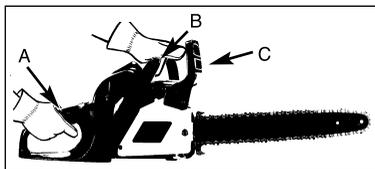

Рис. 10
5. Нажмите на выключатель на 1/3 хода, затем сразу же активируйте рычаг ТОРМОЗА ЦЕПИ (С) (Рис. 10).